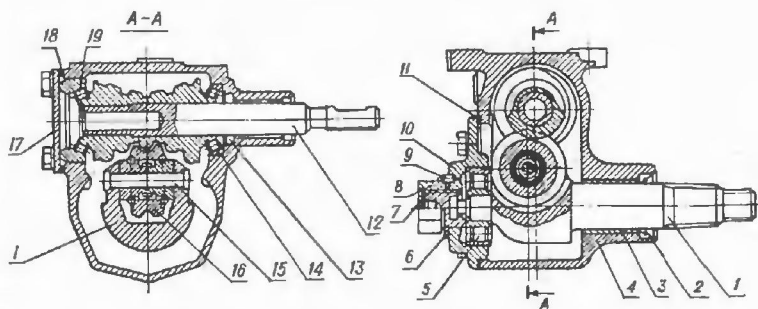

Рисунок 11 Рулевой механизм
- в) Отверните колпачковую гайку 8 (рисунок 11) и снимите стопорную шайбу 6 со штифта 9.